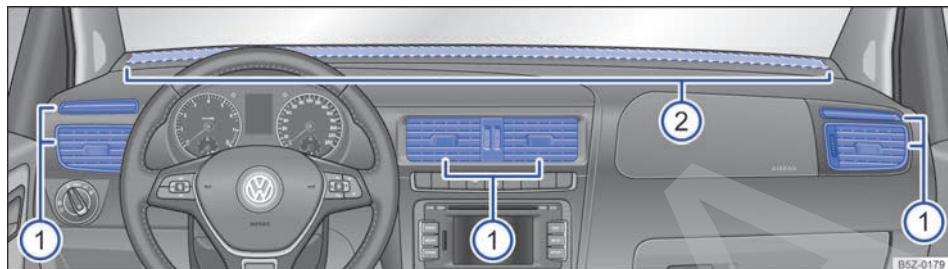

Fig. 121 En el panel de instrumentos: difusores de aire.
Para conseguir una calefacción, una refrigeración y una entrada de aire suficientes en el interior del vehículo, los difusores de aire nunca se deberán cerrar completamente → fig. 121 ①.
- Para abrir los difusores de aire ①, presione en la parte superior del difusor.
Existen otros difusores de aire no regulables. Se encuentran en el medio del panel de instrumentos → fig. 121 ②, en las zonas reposapiés y en la parte trasera del interior del vehículo.